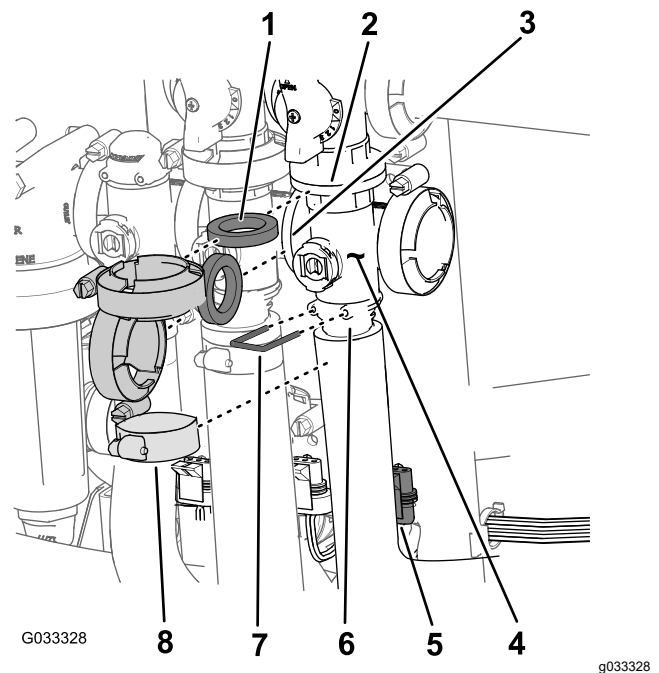

Figura 71
1. Retire las abrazaderas y las juntas que sujetan el distribuidor de la válvula maestra (**Figura 71**) a la válvula maestra de desvío de secciones, la válvula de agitación y la válvula maestra (en el extremo de la manguera del caudalímetro).
2. Retire la horquilla de retención que sujeta el conector de salida al distribuidor de la válvula maestra (**Figura 71**).